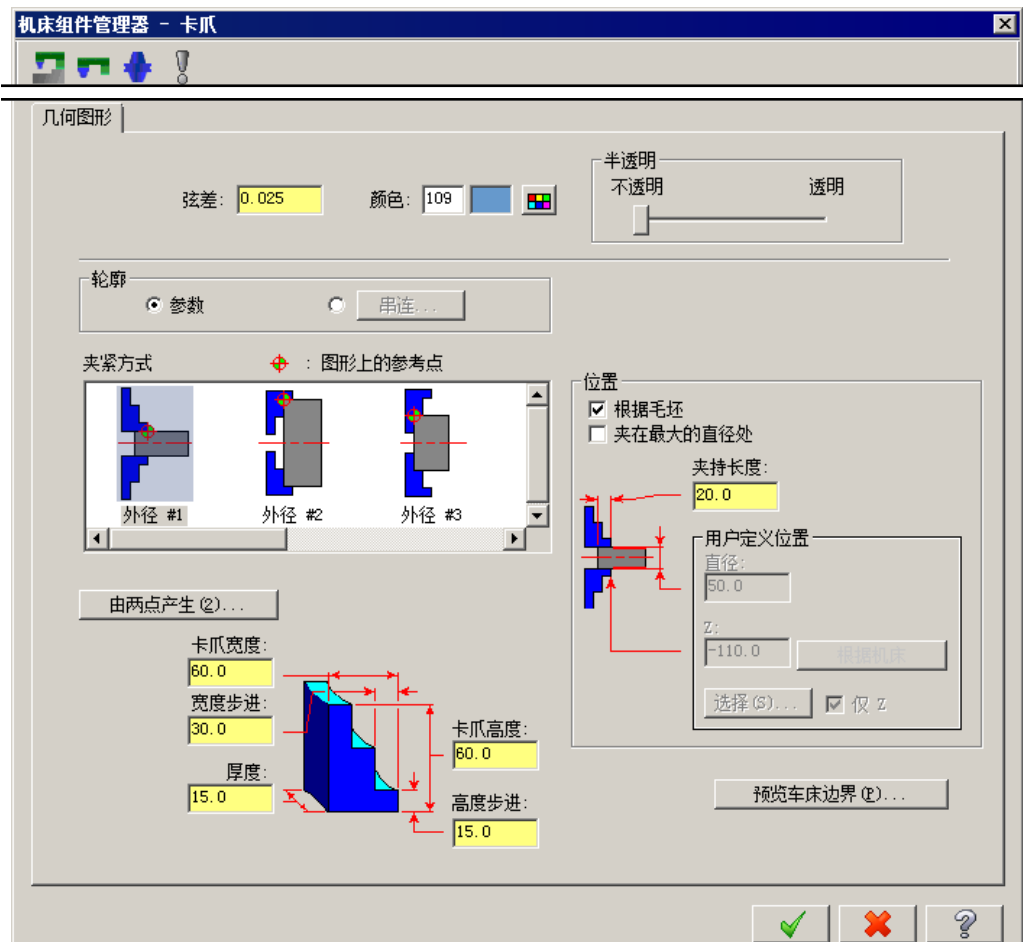

图 8.12.5 “机床组件管理器-卡爪”对话框
Step5. 设置夹具的尺寸。在“机床组件管理器 - 卡爪”对话框中设置参数，如图 8.12.5 所示。